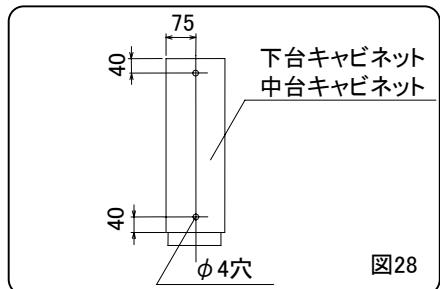

図28
②下台キャビネットの天板の所定位置に中台キャビネット連結用の下穴(Φ4穴)を加工してください。(図28)
③中台キャビネットの天板の所定位置に上台キャビネット連結用の下穴(Φ4穴)を加工してください。(図28)